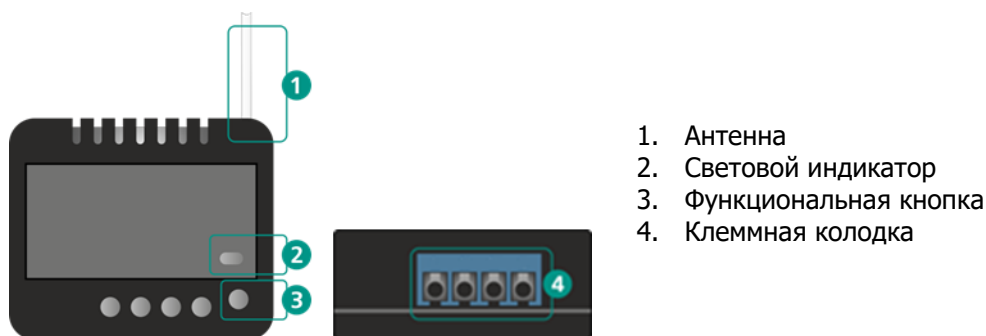

Рисунок 3.1 — Внешний вид реле
3. При установке реле в подрозетник выведите антенну (1, рисунок 3.1) наружу и разместите под пластиковой рамкой розетки. Чем дальше антенна будет расположена от металлических конструкций, тем меньше шанс экранирования радиосигнала. Ни в коем случае не укорачивайте антенну.